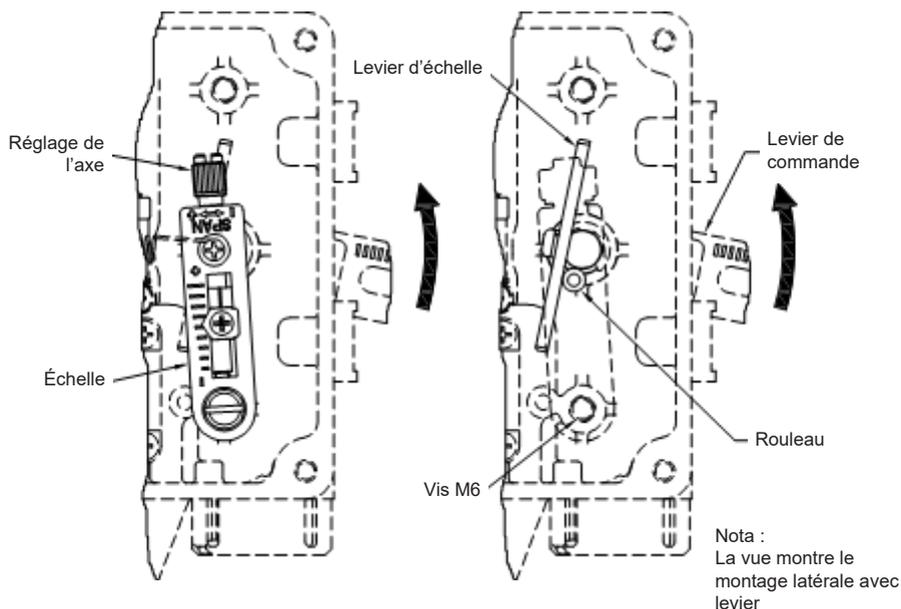

Fig. 17 - Installation de l'échelle (latérale = RA, centrale = DA)
Montage central - Si l'axe de l'actionneur se déplace vers le bas lorsque le signal d'entrée est augmenté, assembler « l'échelle » au trou taraudé M6 pour abaisser comme illustré ci-dessous Fig. 17 (DA)
Montage latéral - Si l'axe de l'actionneur se déplace vers le haut lorsque le signal d'entrée est augmenté, assembler « l'échelle » pour abaisser le trou taraudé M6 comme illustré ci-dessous Fig. 17 (RA).
Montage central - Si l'axe de l'actionneur se déplace vers le haut lorsque le signal d'entrée est augmenté, assembler « l'échelle » au trou taraudé M6 supérieur comme sur la Fig. 17 ci-dessus (RA)
- Localiser la vis fileté M6 (Fig. 16) et retirer la vis du taraudage M6 (Fig. 17). Le levier d'échelle ne sera plus attaché. Veiller à limiter la déflexion du ressort d'échelle (Fig. 3, repère 15) lorsque le levier d'échelle est découplé du taraudage M6.
- S'assurer que le rouleau (Fig. 16) est situé sur le côté droit du levier d'échelle (Fig. 17) lorsque vous regardez le positionneur de face.